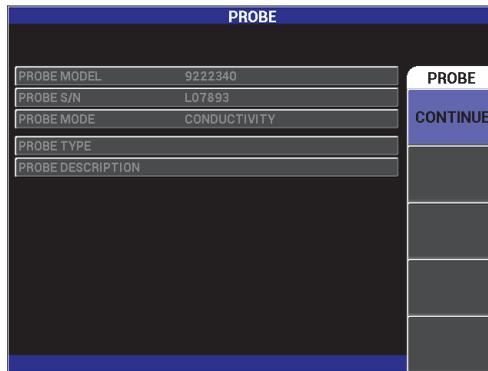

Figura 5-48 Acceso a la función de conductividad
1. Conecte el cable de la sonda de conductividad en el conector de sonda «PROBE» del NORTEC 600 para acceder a la función de conductividad. Vea la Figura 5-48 en la página 177.